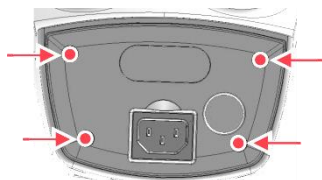

Abb. 6 Gehäusedeckel
4. Gehäusedeckel (Abb. 6) durch Lösen der vier Gehäuseschrauben entfernen.